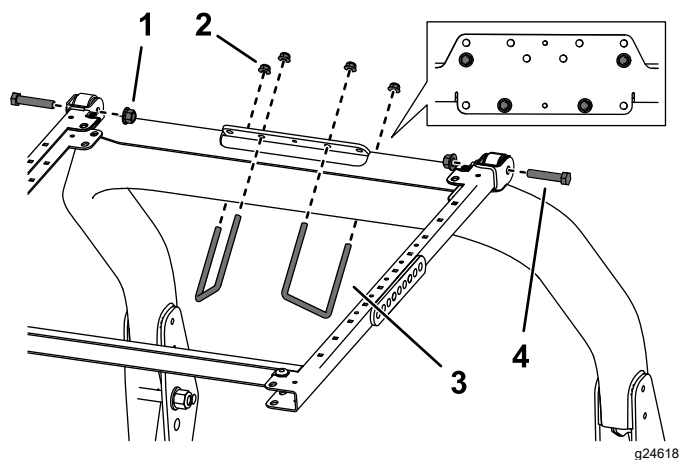

Figura 38
- Posizionate la staffa di montaggio del ROPS sulla parte superiore del roll bar del trattorino (Figura 38). Assicuratevi che il roll bar sia centrato sulla staffa di montaggio del ROPS.
- Utilizzando i fori di montaggio illustrati nella Figura 38, montate la staffa di montaggio del